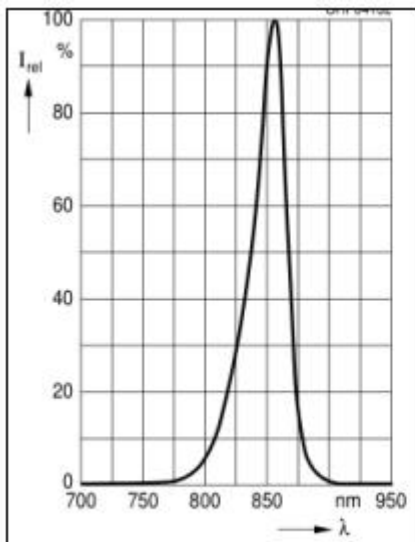

图 1 红外光 LED1 光谱图
- 1) Infrared LED1 spectral range (Figure 1): wavelength 850nm;